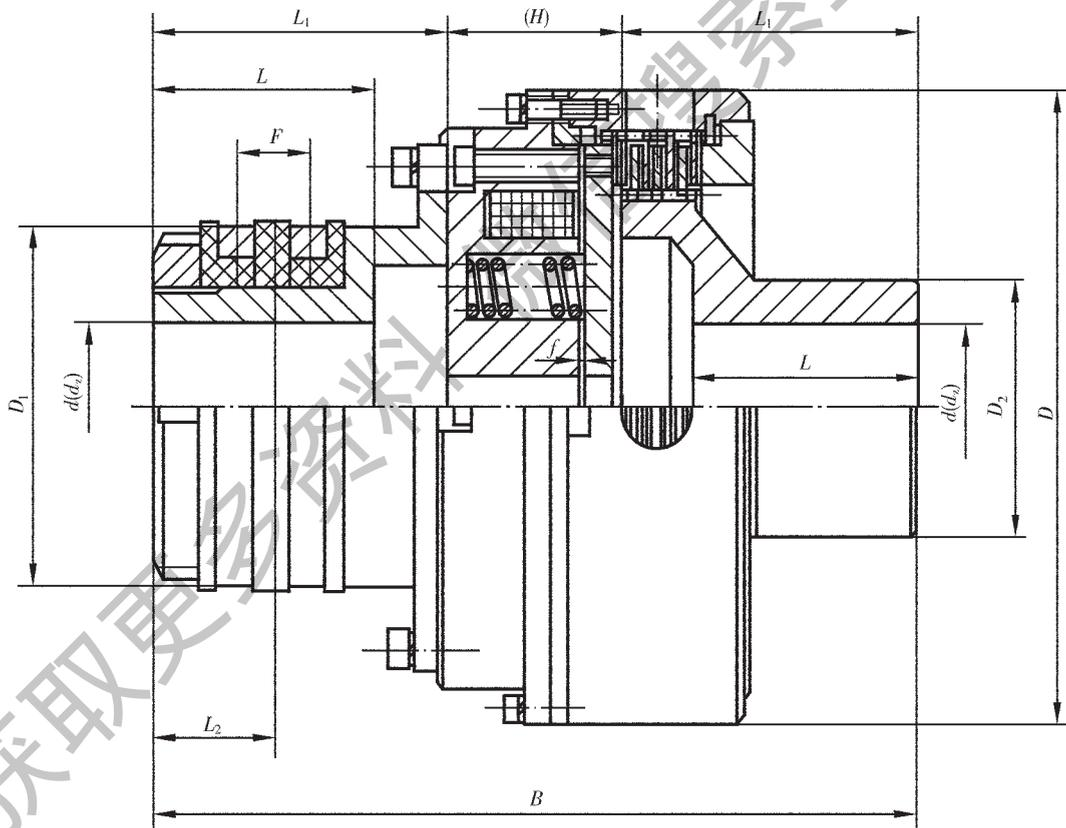

图 1
1.1 离合器的型式、基本参数和主要尺寸见图 1、表 1。与离合器配用的电刷架的型式及安装尺寸见附录 A（标准的附录），保护罩的型式及尺寸见附录 B（提示的附录）。